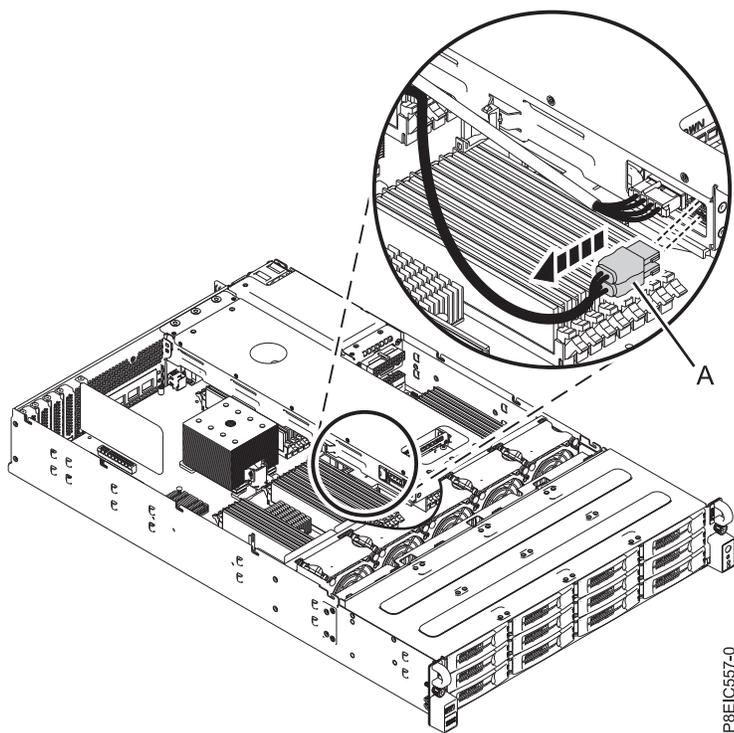

Figura 39. Desconectando o cabo de sinal da unidade do conjunto da bandeja de unidade traseira
3. Desconecte e remova o cabo de sinal da unidade (A) do conjunto da bandeja de unidade traseira, conforme mostrado na Figura 39.